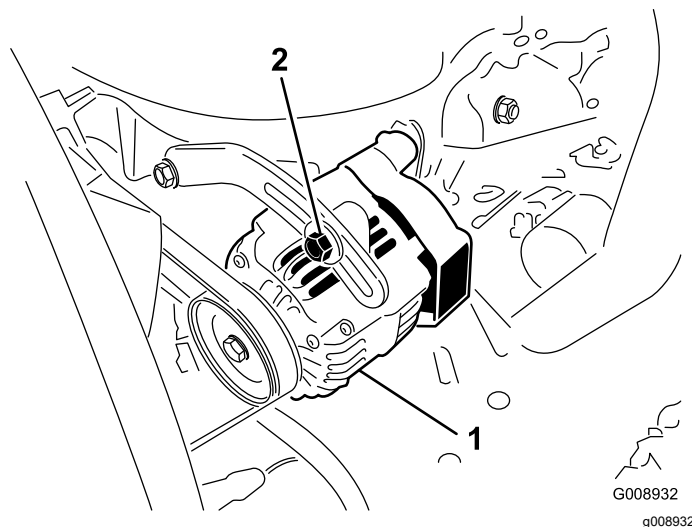

図 96
オアウタネータのベルト 図 96 は 100 運転時間ごとに点検します。
2. たわみが 10 mm でない場合には、オルタネータ取り付けボルトをゆるめる 図 96。適当な張りに調整してボルトを締める。ベルトのたわみが適切に調整されたことを確認する。